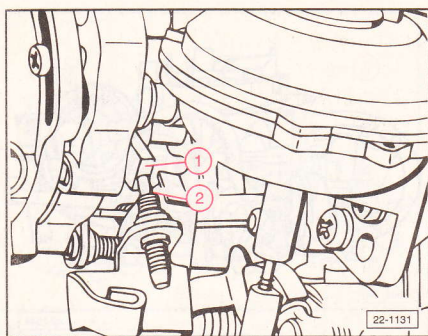

Fig. 2.71
tal modo que el tornillo de ajuste (2) se encuentre en el escalón más alto del disco (Fig. 2.71).